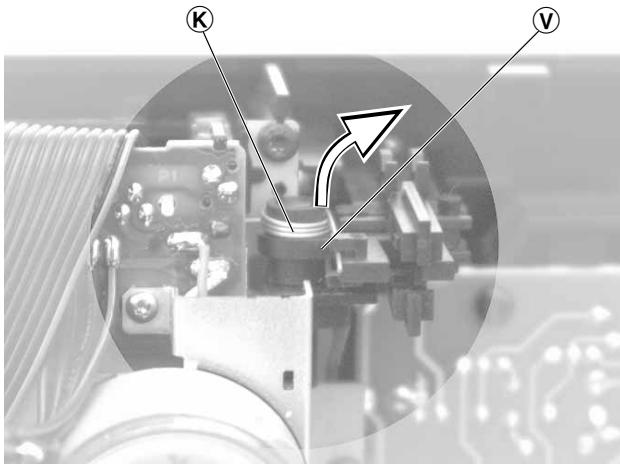

Fig. 17
- Drehfeder (K) (Fig. 17) aushängen.
- Verriegelungshebel (V) nach oben in Pfeilrichtung aus der Halterung drücken (Fig. 17).
- Unhook the torsion spring (K) (Fig. 17).
- Push the locking lever (V) out of the holder in the direction of the arrow (Fig. 17).